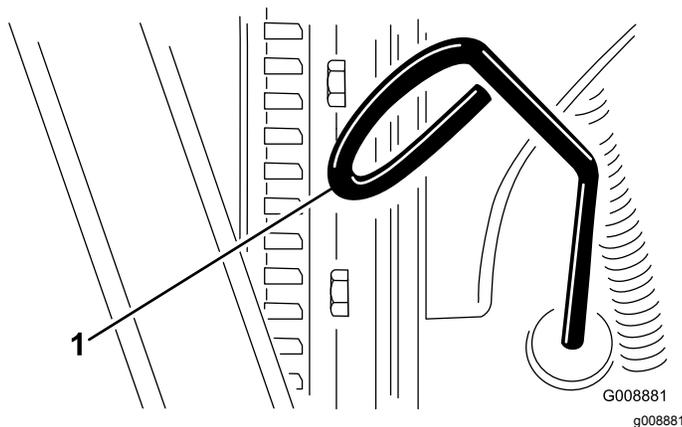

Figura 47
3. Retire a vareta, limpe-a e volte a colocá-la (Figura 47).